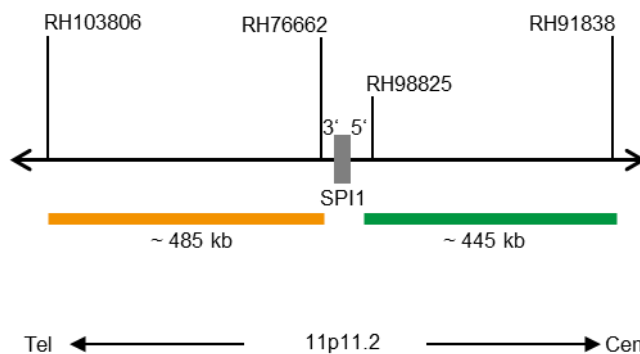

Fig. 1 : Carte de la sonde SPEC SPI1 (pas à l'échelle)
- Polynucléotides marqués au ZyGreen (excitation 503 nm/émission 528 nm) (~10 ng/μl), qui ciblent une séquence de 11p11.2\* (chr11:47,424,117-47,867,019) proximale de la région des points de rupture de SPI1 (voir figure 1).
- Polynucléotides marqués au ZyOrange (excitation 547 nm/émission 572 nm) (~4,5 ng/μl), qui ciblent une séquence de 11p11.2\* (chr11:46,871,411-47,354,083) distale de la région des points de rupture de SPI1 (voir figure 1).